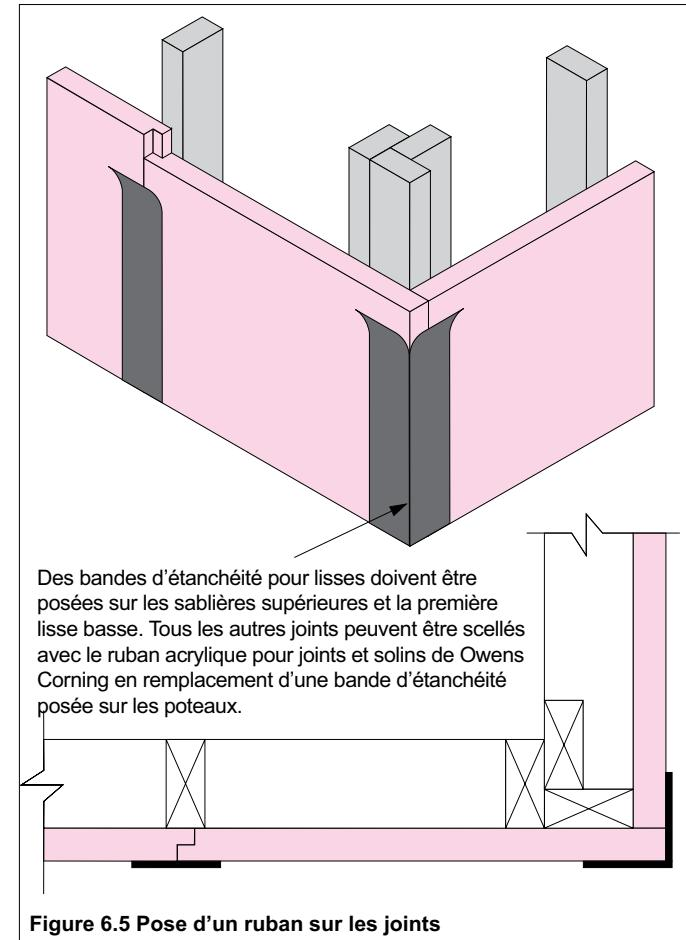

Figure 6.5 Pose d'un ruban sur les joints
- pose de ruban sur les joints (figure 6.5).